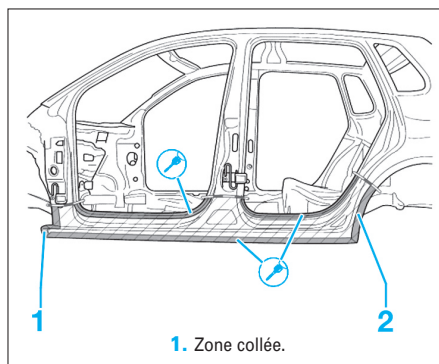

FIG. 71
- Découper et dépointer le bas de caisse comme illustré (Fig.71).